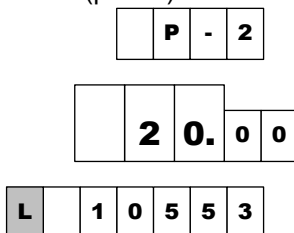

Рисунок 4
10.7 Предусмотрен режим работы, когда на табло вместо суммы к оплате отображается значение суммарного счетчика рукава с мигающим символом "L" в старшем разряде, а вместо цены за литр – номера рукава с символами "P-" (рис. 4).